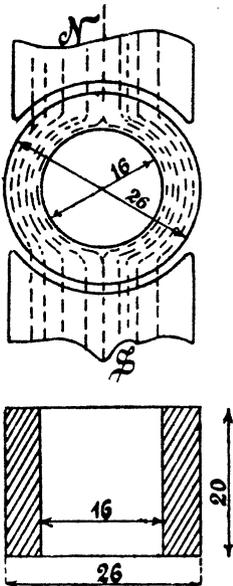

Fig. 74.
195. Der Ringanker eines Elektromotors besitzt 26 [30] (40) cm äußeren und 16 [18] (24) cm inneren Durchmesser; seine Länge beträgt 20 cm, wovon 15% für die Papierisolation der einzelnen Blechscheiben abzurechnen sind. (Fig. 74.) Die-Bewicklung soll aus isoliertem Draht von 3 [2] (2,5) mm Durchmesser unbesponnen und 3,5 [2,5] (3) mm mit Umspinnung bestehen. Die Kraftliniendichte sei 10000 [12000] (9000), die Tourenzahl 1200 [1000] (800) pro Minute. Gesucht wird: